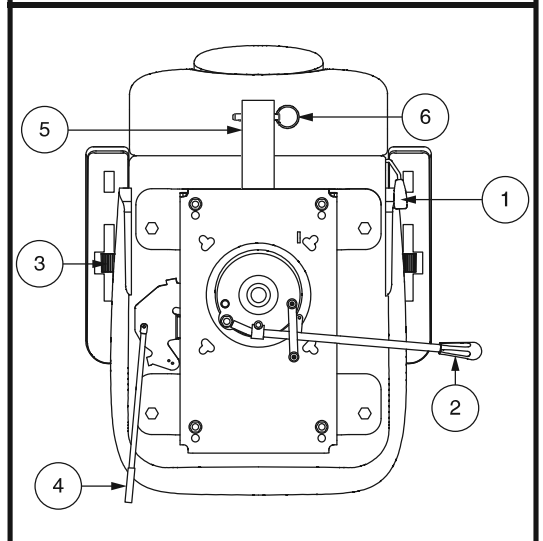

Abb. 18. Sitzeinstellungen
Um die verstellbare Rückenlehne einzustellen, befolgen Sie diese Schritte. **Siehe Abb. 18.**
1. Zum Entriegeln des Sitzes den Sitzverschluss je nach Sitztyp entweder nach oben ziehen oder nach vorne schieben. **Siehe Abb. 18.**
Der Armlehnenwinkel Ihres Elektromobils kann nach oben oder nach unten verstellt werden durch das Drehen der Einstellscheiben. **Siehe Abb. 18.**
1. Drehen Sie den Hebel zur Verststellung der Sitzposition nach aussen. **Siehe Abb. 18.**
Die Zubehöralterung am Heck ermöglicht es Ihnen, persönliche Zubehörkomponenten wie Korb, Gehhilfe oder Sauerstofftank hinter dem Elektromobil anzubringen. Verwenden Sie den Sicherungsstift, um das Zubehörteil sicher an der Halterung zu befestigen. **Siehe Abb. 18.** Für weitere Informationen wenden Sie sich an Ihren Vertragshändler.